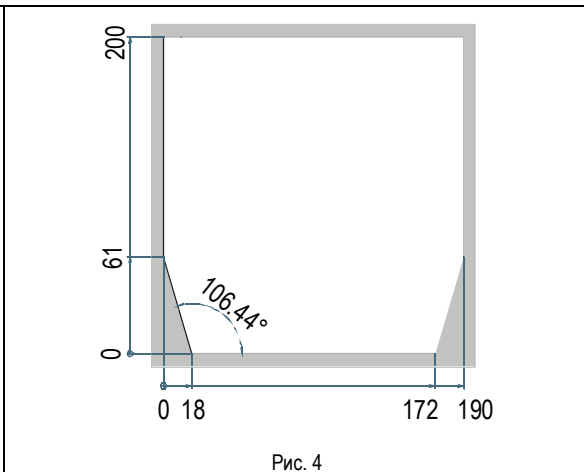
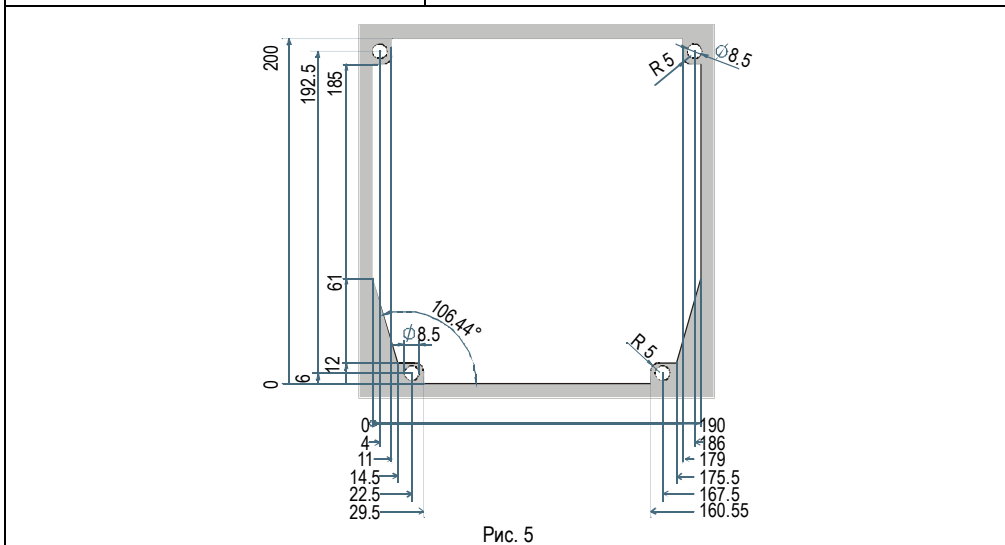

Рис. 4
Рис. 5
1. Сделайте отверстие в панели с размерами, приведенными на Рис. 4 (упрощенно) или Рис. 5 (более точно)